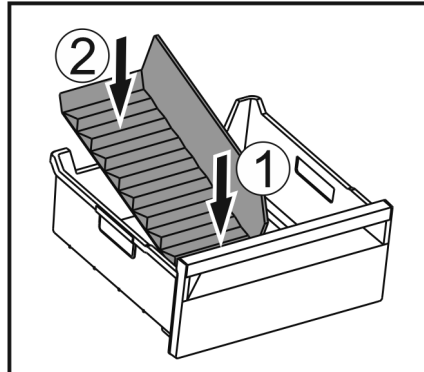

Fig. 139
► Поставете предната част на разделителя на отделението за лед. Fig. 139 (1)
► Спуснете задната част на разделителя на отделението за лед до дъното на чекмеджето. Fig. 139 (2)